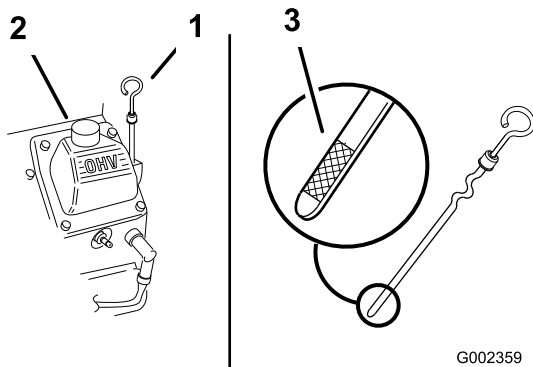

図 16
2. 給油口からごみが入ってエンジンを傷つけないように、ディップスティック（図 16）の周囲をウェスできれいに拭く。
3. ディップスティックを抜き取り、付いているオイルをウェスで拭きとってもう一度完全に差し込む(図 16)。
オイルの量がディップスティックの FULL 位置までであればよい(図 16)。
5. 不足している場合は、補給管についているキャップ(図 16)を取り、Full 位置までオイルを補給する。入れすぎないこと。